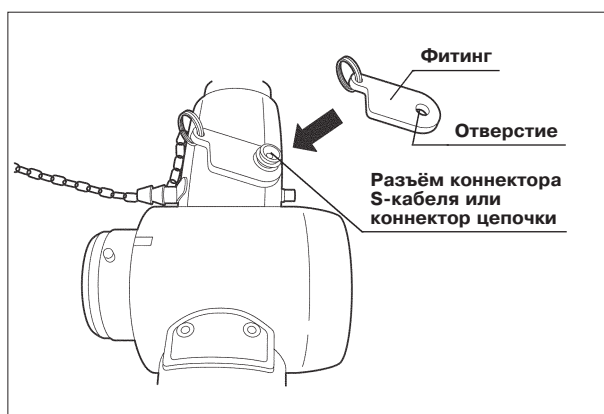

Рис. 2.3
5. Поместите отверстие фитинга поверх разъёма коннектора S-кабеля на эндоскопе или коннектора цепочки на GIF-N180 (см. рис. 2.3).